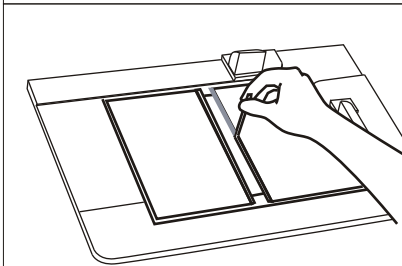

ABBILDUNG 11
2. Legen Sie einen Hardcover™ Umschlag mit der Klebeseite nach oben in den Hardcover Guide ein und fixieren Sie ihn mit der violetten Klemmvorrichtung. Die Oberkante und rechte Seite sollten sich unter der durchsichtigen grünen Abdeckung befinden. Entfernen Sie nun den schmalen Klebestreifen, der sich auf der rechten Seite des Hardcover™ Umschlages befindet, um das Dokument zu fixieren (siehe Abbildung 11).